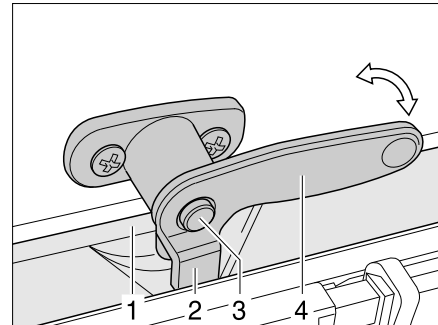

Bild 73 Verriegelungshebel mit Sicherungsknopf in Stellung "geschlossen"
- Falls vorhanden, den Sicherungsknopf (Bild 73,3) drücken und gedrückt halten.